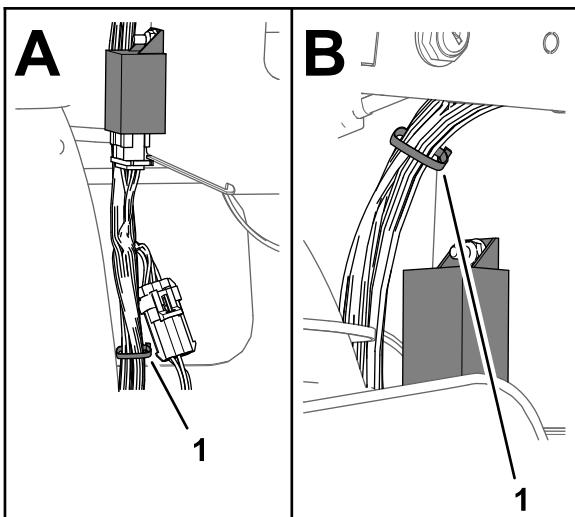

Figura 23
- Fissate la diramazione di 108 cm del cablaggio preassemblato del kit al cablaggio preassemblato anteriore della macchina con 2 fascette per cavi, come illustrato nella Figura 23.